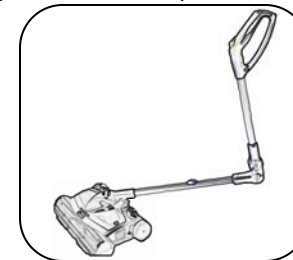

Fig. 9
- Para aspirar debajo de los muebles, presione el botón de liberación del mango y haga presión para doblar el mango de la barredora hacia adelante. La bisagra superior de plegado delantero se saldrá de la posición trabada para aumentar el rango de movimiento, permitiéndole limpiar fácilmente debajo de sillones, camas y sillas. (Fig. 9)